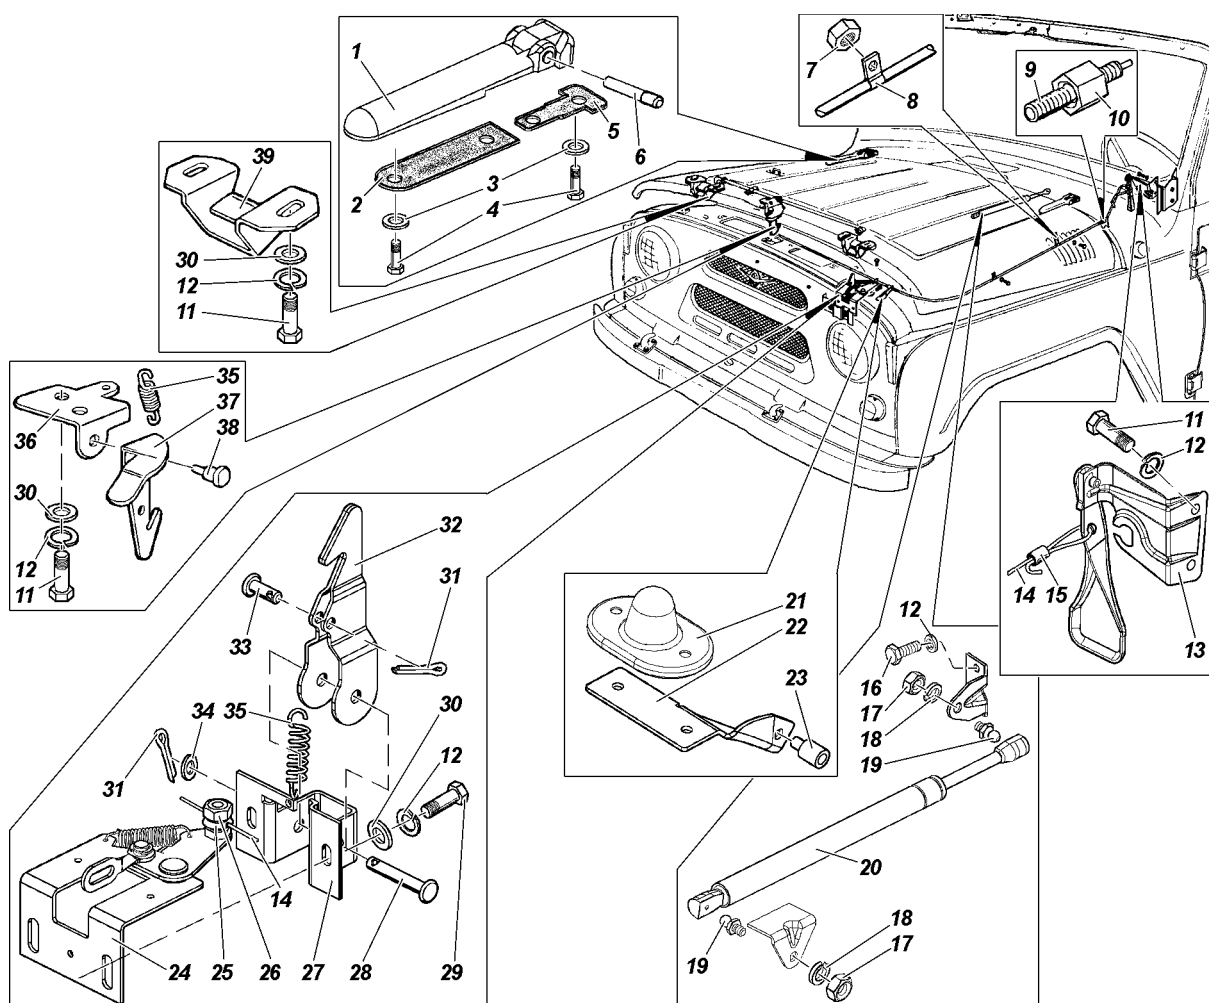

Рис. 15.22. Навеска капота и привод замка капота:
2. Снимите пневмопружины 20 (рис. 15.22). При необходимости выверните пальцы 19.
1. Ослабьте гайки 26 (см. рис. 15.22) узлов 24 тяги и выньте проволоочную тягу 14 из отверстий болтов, прикрепленных на узлах тяги.